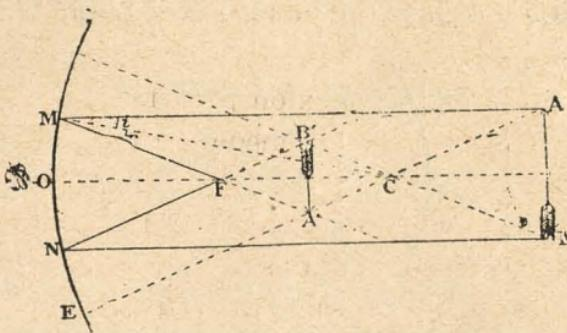

Fig. 121.—Imagen real formada por un espejo cóncavo.
6. **Formación de las imágenes en los espejos.**—Para encontrar la imagen de un punto *A* en un espejo (fig. 121), basta trazar dos rayos, el uno paralelo al eje del espejo, y el otro pasando por su centro. Despues de la reflexión, el primero pasa por el foco *F* y toma la dirección *MF*; el segundo se refleja sobre sí mismo según *EC*. La inter-
1.o *Que los objetos colocados más allá del centro de curvatura dan una imagen real, invertida y menor que el objeto, y colocada entre el foco principal y el centro (fig. 121).*